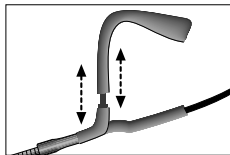
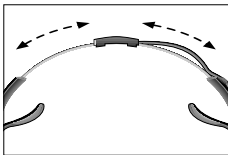

Abb. 6
Abb. 7
3. Falls der Nackenbügel nicht optimal sitzt, können Sie die Ohrbügel wie in Abb. 6 gezeigt einstellen. Verschieben Sie den Kabelhalter so, dass das Kabel lose bleibt (s. Abb. 7).